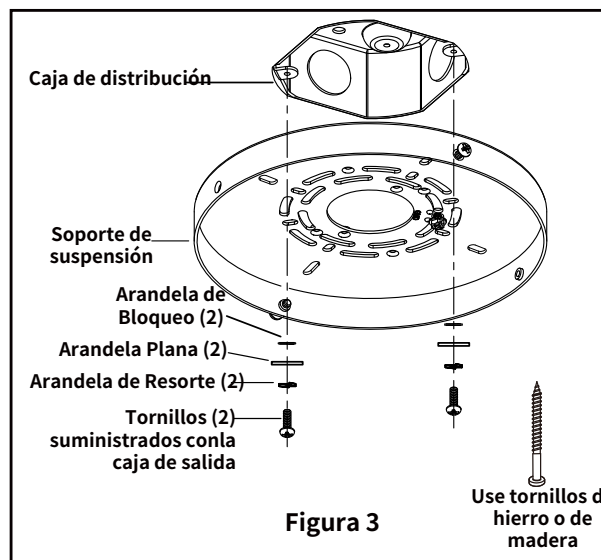

Figura 3
- ☐ Fije firmemente el soporte de suspensión a la caja de salida utilizando los tornillos y arandelas de la caja suministrados con la misma. (Figura 3)